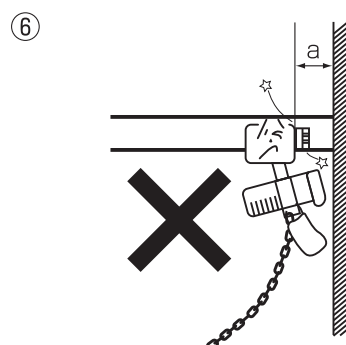

図26
- (1)トロリを設置する場所は、十分な強度があることを確認し、レール両端末にストップ、必要な場合は、吊り金具用ストップを取り付けてください。①
- (2)トロリを取り付ける際、使用レール幅、高さ、厚み、回転半径を確認してください。
- (3)アジャストカラーは、必ず結合金具の両側に同じ枚数を入れてください。カラーの入れ方を間違えると大変危険です。（片側にまとめて入れると荷重が変則にかかり、トロリの動きが悪くなり、落下事故につながりますのでご注意ください。）またキープレートボルトの締め忘れがあると大変危険ですからトロリ（電気・手動）の取扱説明書を熟読し、正しく組み立て取り付けしてください。
- (4)トロリを設置するレールに傾斜がないことを確認してください。
- (5)曲線レールに取り付けられる場合は、電気トロリのモータ側②・ギヤードトロリのハンドホイール（手鎖車③）側をカーブの外側にしてください。反対向きにすると横行レールやトロリのローラ（車輪）のギヤを傷める事があります。両方向にカーブ（S字）がある場合は、半径の小さいカーブの外側にモータ・ハンドホイールを取り付けてください。
- (6)横行レールの継ぎ目は、レールの支持箇所付近に設定してください。
- (7)レールの側面や底面にあて板を溶接する場合は、厚みに注意してください。また、厚いあて板を使用するとトロリが当たり通過しない事があります。④
- (8)レールの接合部における段差は、左右、上下方向共に0.5mm以下に合わせ、トロリのローラ（車輪）が走る部分はグラインダー仕上げをしてください。⑤
- (9)トロリをトロリどうし衝突させたり、いつもストップに衝突させて止める設置方法は絶対に避けてください。
- (10)ストップは、衝撃に耐える強固な取り付けをし、ゴムなどの緩衝材を必ず取り付けてください。
- (11)トロリが万一高速でストップに当たり、チェーンブロックが振れても、壁等に当たる事がない様、⑥（図26）のaで示した間隔を広く取ってください。